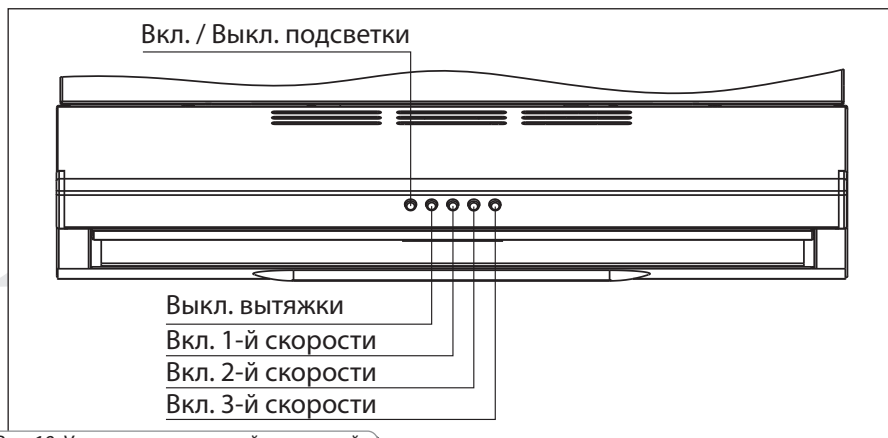

Рис. 19. Управление кухонной вытяжкой
■ Для включения кухонной вытяжки нажмите кнопку соответствующую необходимой скорости (1-я, 2-я и 3-я скорости, см. рис. 19). Кухонная вытяжка имеет приоритет над пультом управления, т. е. при использовании кухонной вытяжки пульт не активен.
■ Для выключения вытяжки нажмите соответствующую кнопку (рис. 19). После выключения кухонной вытяжки установка перейдет в режим, заданный с пульта управления.